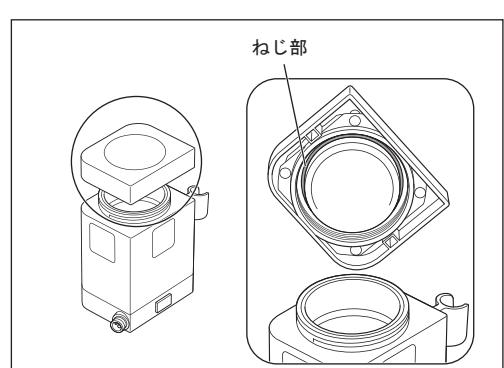

図52
- 2) パウダーチャンバー蓋のねじ部を清掃します。詳しくは「9-4-1 パウダーチャンバー蓋の清掃」を参照してください（図52）。